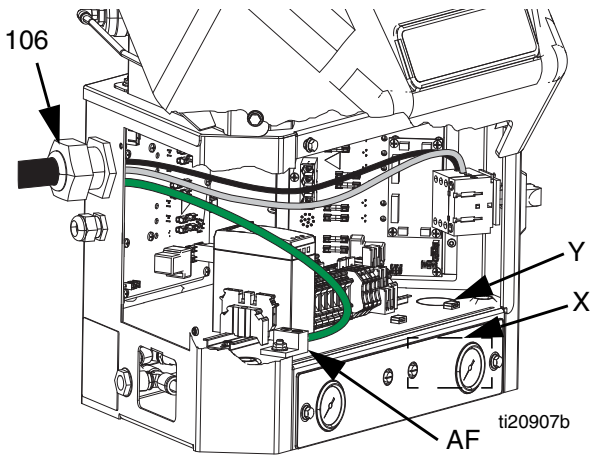

FIG. 14
NOTA: El casquillo de alivio de tensión instalado (106) corresponde a un cable eléctrico con un diámetro externo de 0,708-1,260 pulg. Consulte FIG. 14. Si es necesario, utilice una llave para apretar el casquillo de alivio de tensión hasta que quede ajustado en el cable.
5. Introduzca el cable eléctrico por el casquillo de alivio de tensión del armario eléctrico (106). Consulte la FIG. 14 en la página 19.
- a. Tendido alternativo del cable eléctrico: utilizando conducto, pase el cable eléctrico desde el puerto de acceso (X) a través del orificio (Y). Se requiere un conducto al tender cables cerca de componentes de aire comprimido.
- Conecte el cable de conexión a tierra a la conexión a tierra del chasis (AF). Consulte FIG. 14.